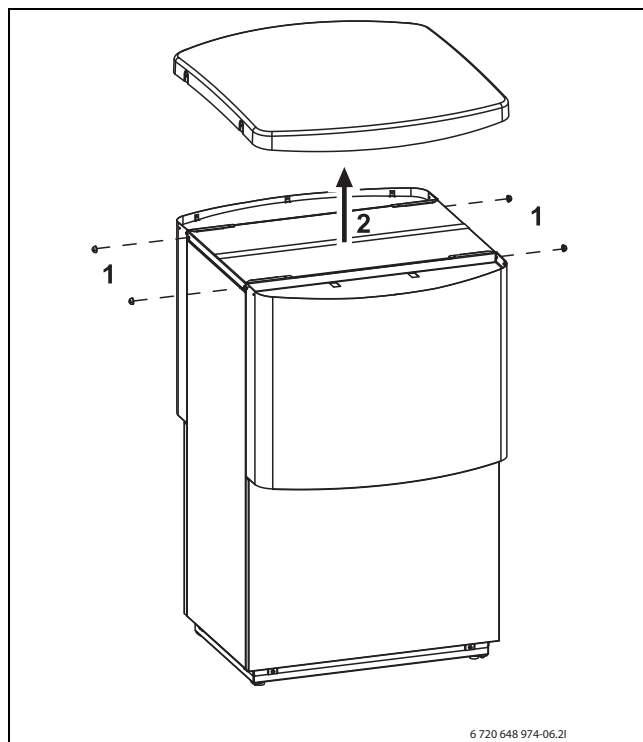

Bild 8 A10 - A15
**Demontering av ljudhuv (Bild 8 och 9)**